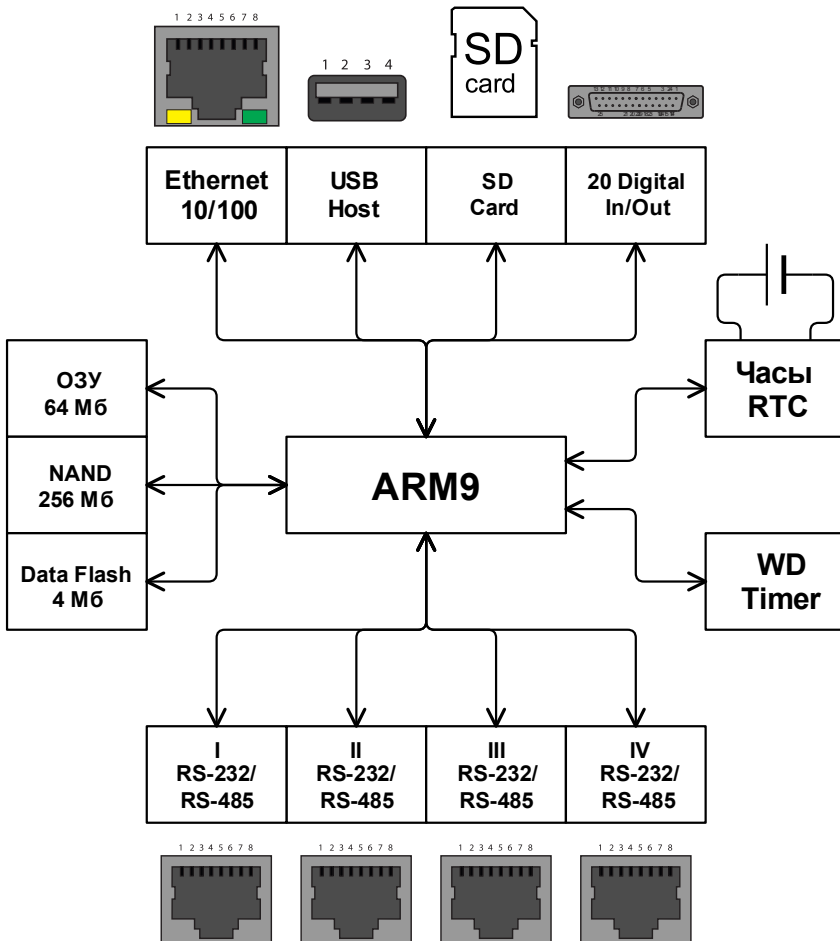

Рисунок 1. Структурная схема ПЛК
5.1.4 ПЛК оснащен одним портом Ethernet, четырьмя последовательными портами, одним портом USB, встроенным слотом для SD-карты памяти объемом до 2 ГБ, двадцатью дискретными входами / выходами (Рисунок 1).